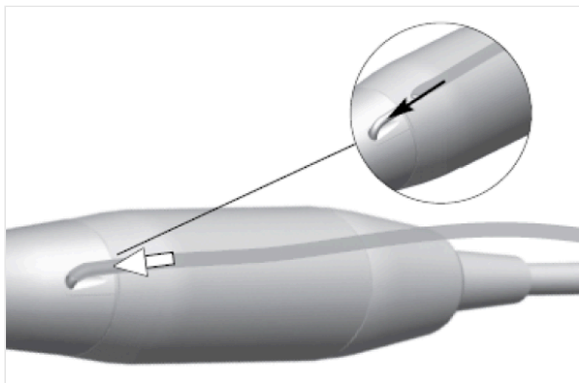

FIG. 7
- J. Connectez le tuyau flexible de la ligne d'irrigation au tube de pulvérisation de la pièce à main ou du contre-angle FIG. 7.